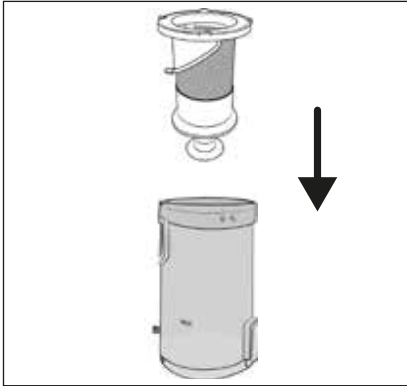

Fig. 21
- 6) Inserire il filtro in acciaio inox **5** nel contenitore di raccolta della polvere **6** e spingerlo fino in fondo (vedere fig. 21). Tenere conto dei due fermi di grandezza diversa presenti sul filtro in acciaio inox **5**. Grazie a questi fermi il filtro in acciaio inox **5** può essere inserito nel contenitore di raccolta della polvere **6** solamente in una posizione.